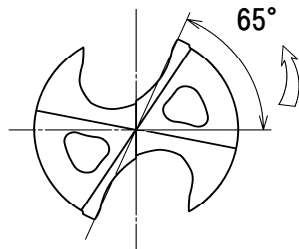

図8
- 次に、図 8 のように工具先端側から見て、反時計回りに 65° 回転させます。